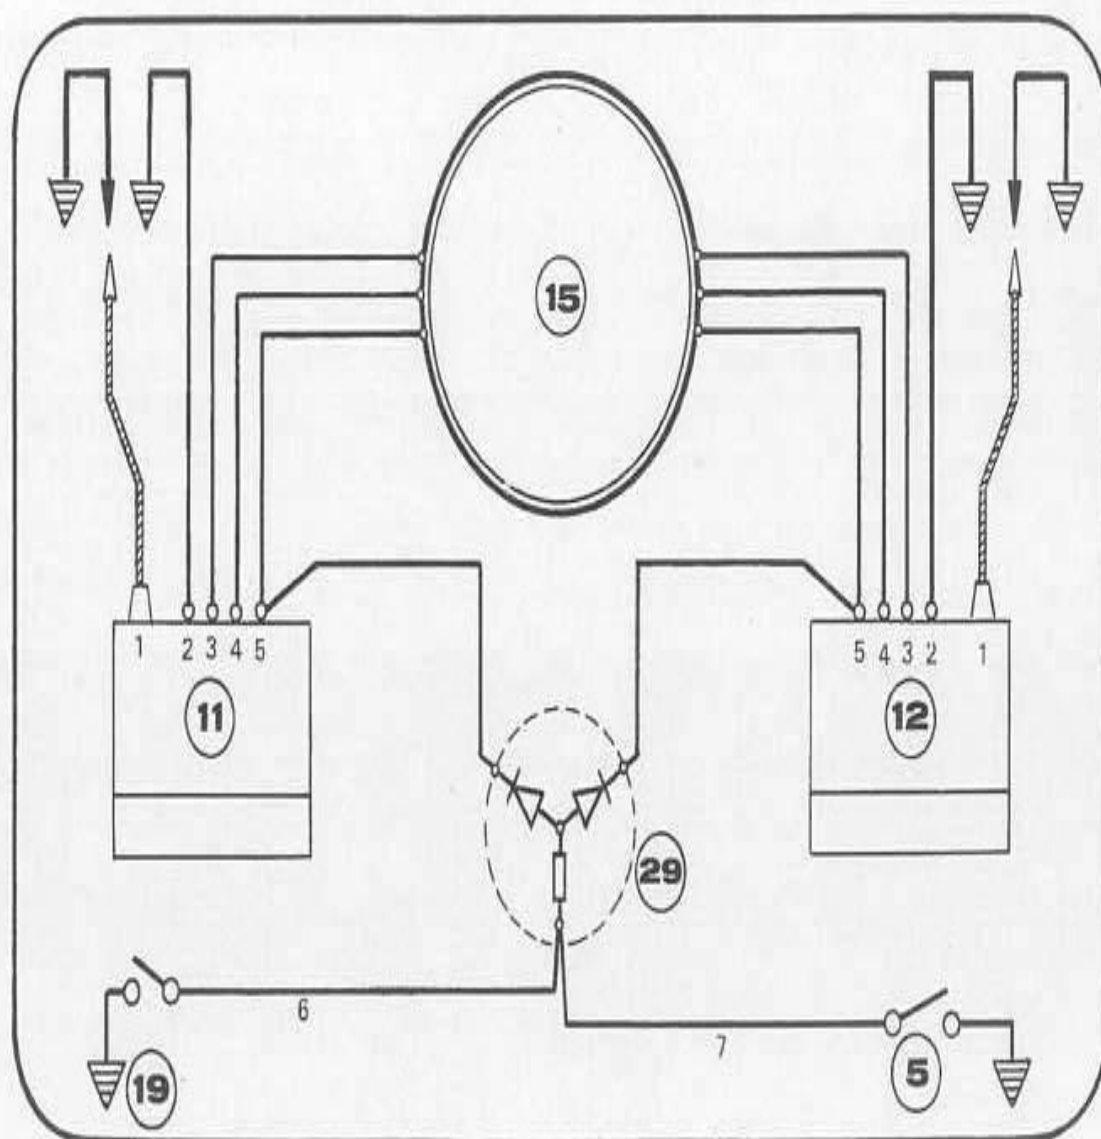

Fig. 115
I trasduttori vengono alimentati dal generatore rispettivamente da un cavo a tre fili: Bianco (3) - Rosso (4) - Verde (5); (vedi fig. 115).
Transducers are fed by the generator via a cable of three wires: White (3) - Red (4) - Green (5); (see fig. 115).
Per collegare gli interruttori con un solo filo è stato necessario mettere all'interno del faro un dispositivo (vedi fig. 115 e schemi elettrici 1 e 2).
To reach the emergency switches with one only cable it was necessary to put a device inside the headlight (see fig. 115 and complete electric systems 1 and 2).